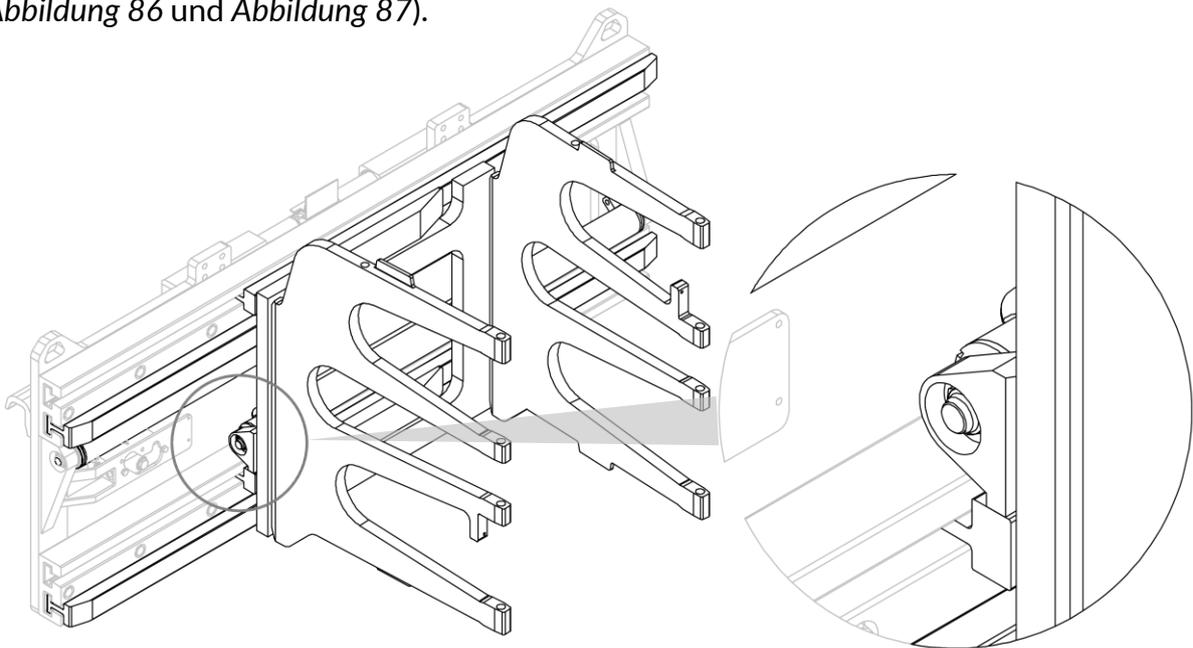
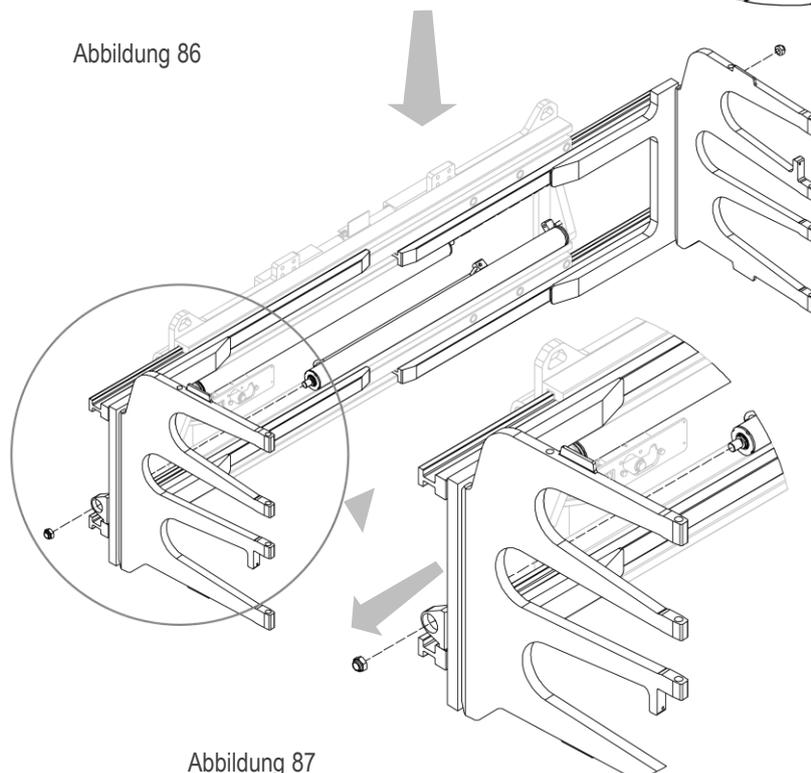

Abbildung 86
Abbildung 87
3. Entfernen Sie die Muttern, mit denen die Gabelzinken an den Zylindern befestigt sind, und nehmen Sie die Gabelzinken eine nach der anderen aus ihren Aufnahmen (siehe *Abbildung 86* und *Abbildung 87*).